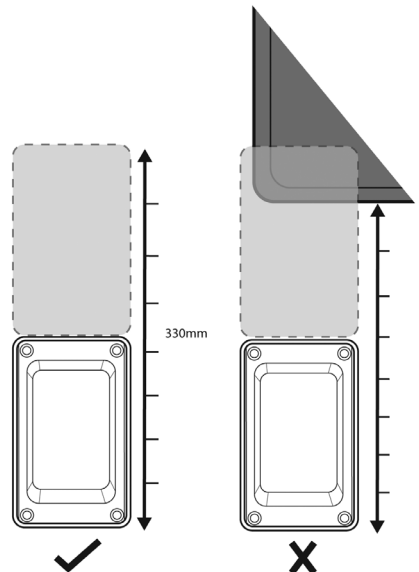

Abbildung 3
- (Abbildung 3) Stellen Sie sicher, dass Sie genügend Wandfläche für die Montage zur Verfügung haben, einschließlich eines ausreichenden Freiraums für die Whale Easi-Slide Abdeckung bei der Installation und beim Öffnen.